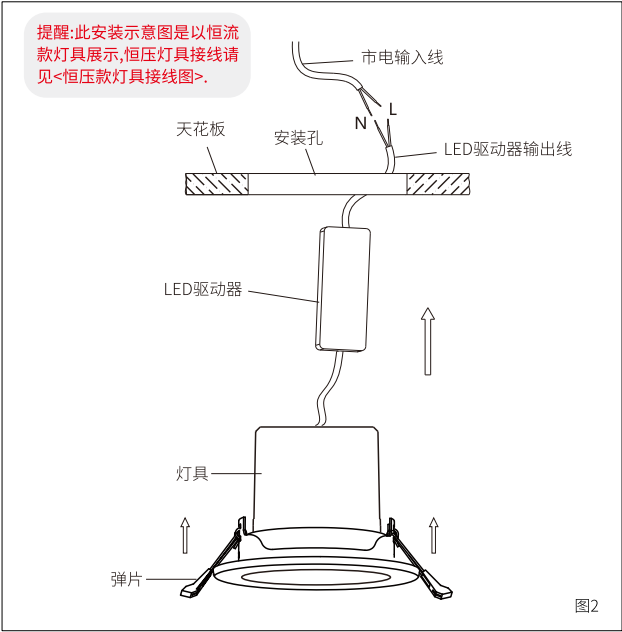

图2
- 2.断开电源，将市电火线，连接好零线与灯具驱动源L、N线(如图2)；